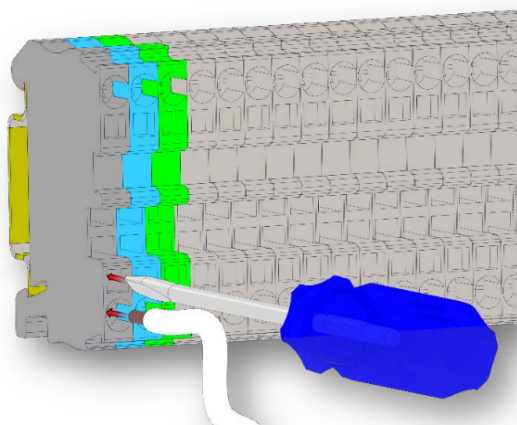

Рис. 7 – Схема подключения провода в пружинную клемму
- В гидрофилтре и щите управления установлены пружинные клеммы. Для подключения провода необходимо с усилием вставить отвертку в отверстие клеммы, тем самым разжать контакты (Рис. 7). Затем в отверстие для кабеля вставить до упора кабель и вынуть отвертку, зафиксировав кабель в клемме. После проверить надежность подключения, потянув кабель на себя.